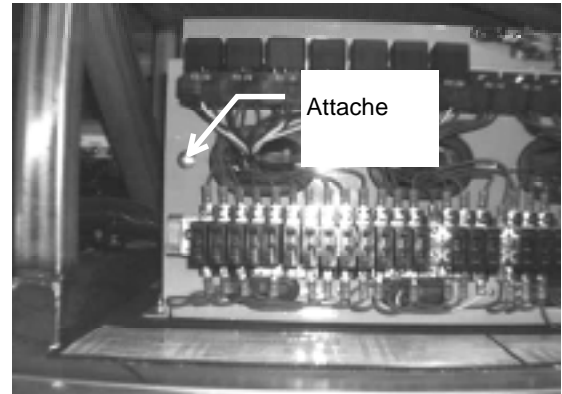

FIGURE 7: BOITE DE JONCTION 18233
q. Ouvrir la boîte de jonction avec un tournevis plat (Fig. 7).